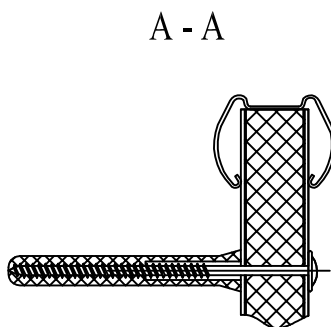

Рис.3
2. Устанавливаем в верхний паз лотка основное полотно (1), выравниваем его и по отверстиям размечаем место сверловки. Затем, убрав полотно повторяем операцию сверловки с теми же параметрами, что и в п.1 и закрепляем полотно на стене (Рис.3).